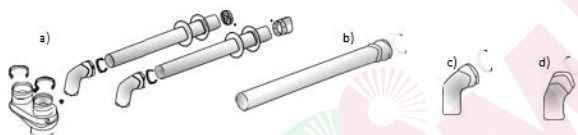

Рисунок 16
4. Колено 45° $\varnothing 80 \times 80$ мм (Рисунок 16д)